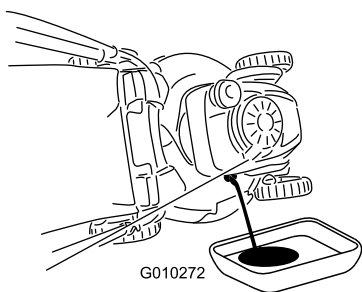

Рисунок 42
4. Переверните газонокосилку на одну сторону таким образом, чтобы воздушный фильтр был направлен вверх, для слива отработанного масла через маслосливную горловину (Рисунок 42).